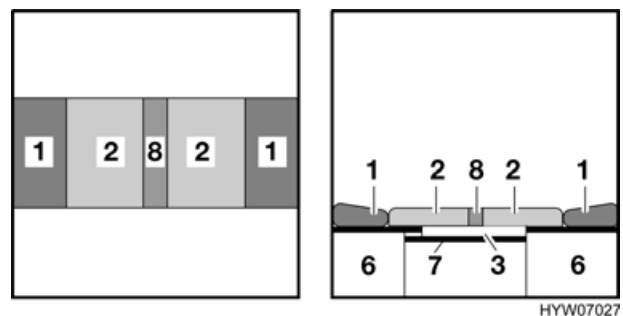

Bild 54 Nach dem Umbau
- Die beiden Sitzpolster (Bild 54,2) in die Mitte legen.
- Die Rückenpolster (Bild 54,1) zwischen die Sitzpolster und die Außenwand schieben.
- Das Zusatzpolster (Bild 54,8) zwischen die Sitzpolster legen.